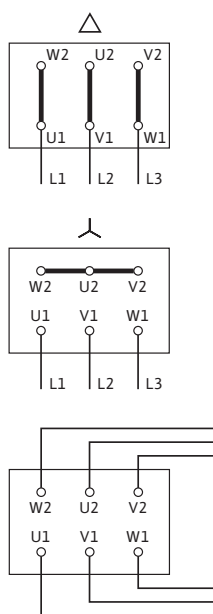

Fig. 17: Maitinimo įtampa
Elektros prijungimo schema nurodyta ant gnybtų dėžutės dangtelio (taip pat žr. Fig. 17).
- Maitinimo įtampa priklauso nuo variklio galios  $P_2$ , tinklo įtampos ir įjungimo būdo. Sujungimo tiltelių gnybtų dėžutėje jungimo schema parodyta toliau pateiktame sąrašė „Lent. 4. Prijungimo gnybtų išdėstymas“ p. 17 ir Fig. 17.